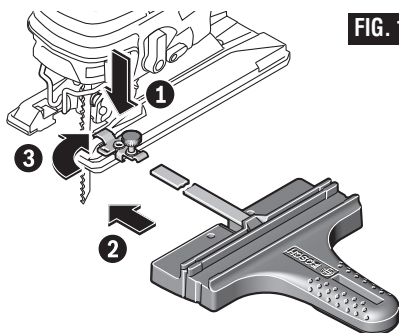

FIG. 11
- Placez le(s) bouton(s) de verrouillage du côté approprié de la bride ou des brides de fixation, puis serrez à fond le(s) bouton(s) sur la bride ou les brides de fixation (Fig. 11).
- Serrez fermement le(s) bouton(s) de verrouillage sur la ou les bride(s) de fixation (Fig. 11).
8. Placez le(s) bouton(s) de fixation du côté approprié de la bride ou des brides de fixation, et serrez fermement le(s) bouton(s) de verrouillage sur la ou les bride(s) de fixation (Fig. 11).